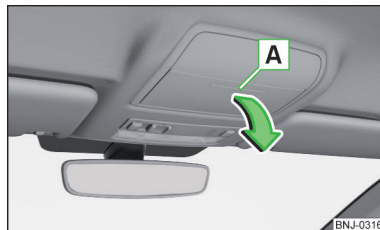

Abb. 87
- › Zum **Öffnen** auf den Deckel des Brillenfachs im Bereich **A** drücken. Das Fach klappt in Pfeilrichtung » Abb. 87.